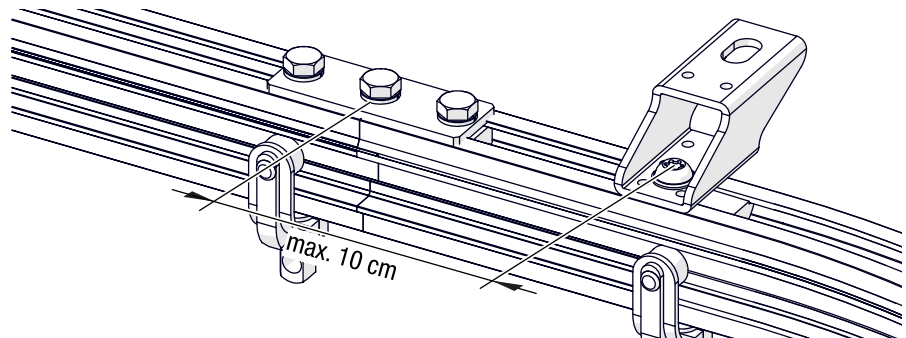

Abb. 42: Abhängeabstand zum Stoß
- ➔ Befestigen Sie einen Abhängepunkt auf einer Seite mit maximal 10 cm Abstand von der Mitte der Abhängung bis zum Stoß (siehe Abb. 42).